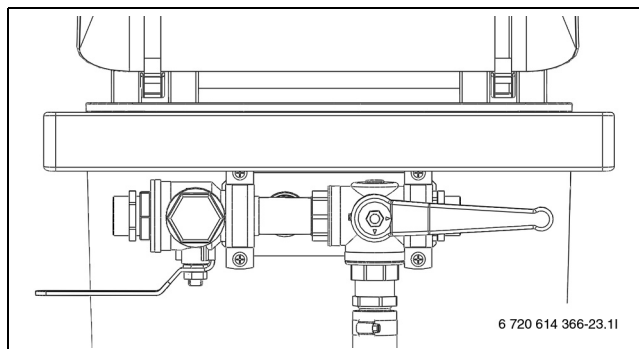

Bild 27 Påfyllningsstation i påfyllningsläge
- Vrid ventilerna på påfyllningsstationen till påfyllningsläge och fyll kretsen med köldbärarvätska (→ Bild 27).